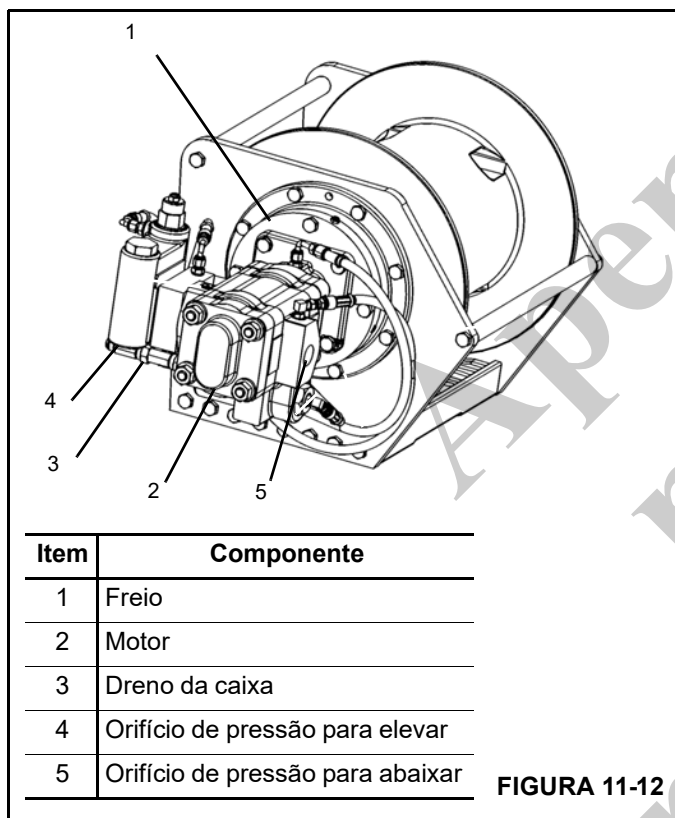

FIGURA 11-12
**NOTA:** Consulte a Figura 11-12 para identificação dos itens.